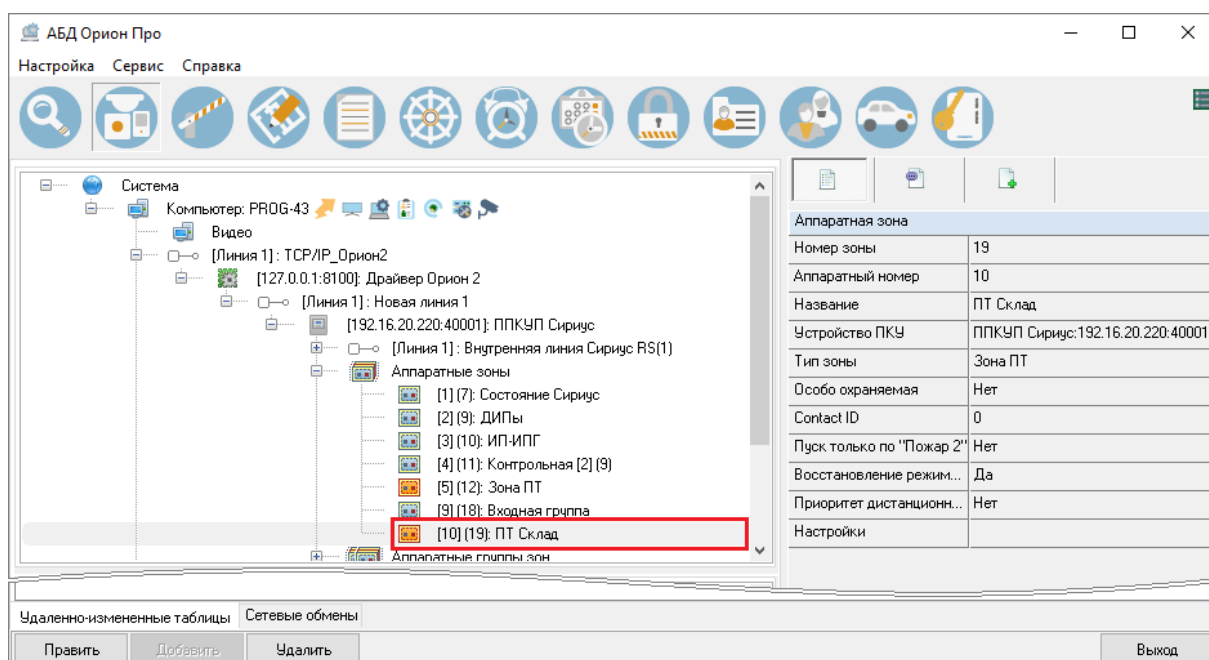

Рисунок 6-341 Зона ПТ в дереве объектов системы
- в дереве объектов системы на страницах «Адреса приборов» и «Структура системы» как дочерний элемент узла «Аппаратные зоны» на внутренней линии ППКУП «Сириус», для которого создавалась эта зона ПТ (см. Рисунок 6-341);